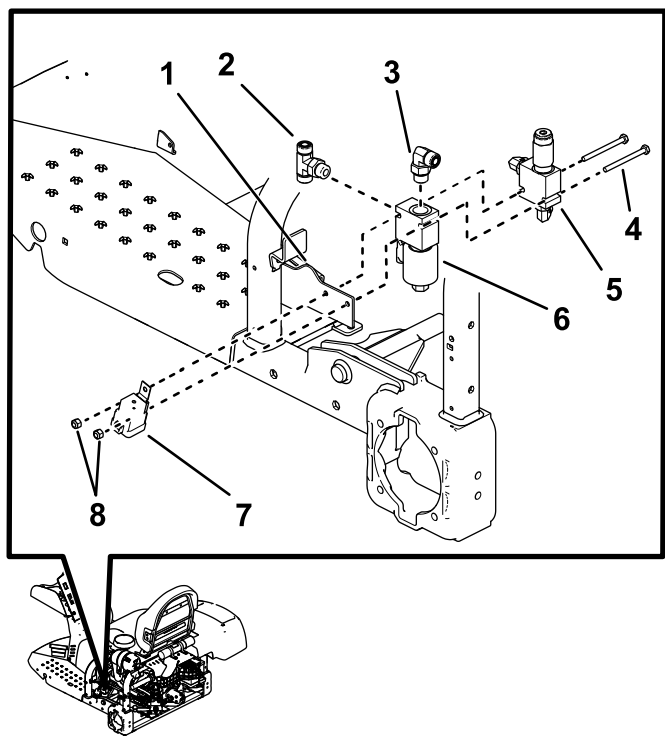

图 12
1. 按图中所示的角度安装接头。安装三通接头到新阀门侧面参阅 图 12。
2. 将小 90 度弯头安装到新阀门的顶部图 12。
3. 从阀门支架上卸下现有阀门图 12。
5. 用 2 个螺栓 1/4 x 3 英寸和 2 个螺母 1/4 英寸将阀门安装到阀门支架请参阅图 12。